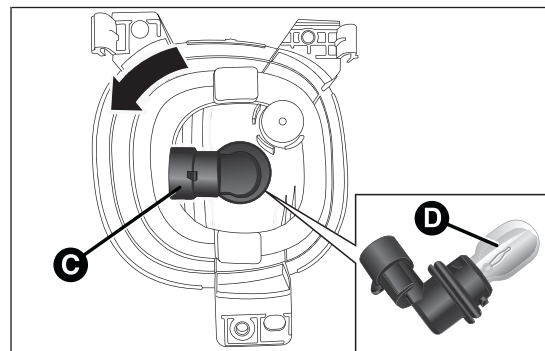

fig. 176
- ☐ scollegare il connettore elettrico e ruotare in senso antiorario il portalampada C fig. 176;